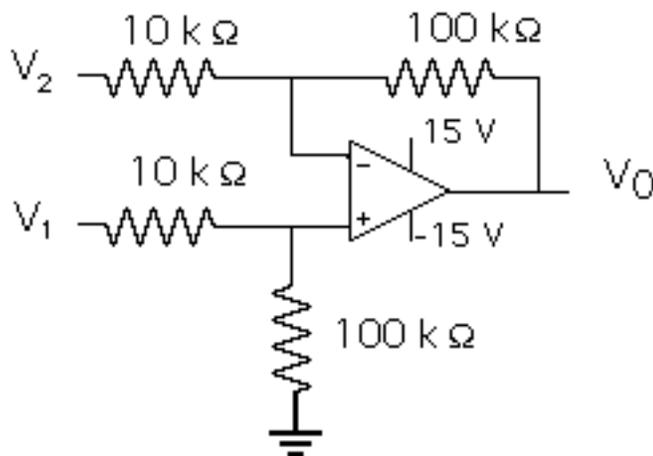

Figura 3.1.- Amplificador diferencial básico
- 6.- Para el circuito mostrado en la Figura 3.1 (Amplificador diferencial básico):
3.- Monte el circuito de la Figura 3.1 y realice las mediciones indicadas. Anote los resultados obtenidos en las tablas elaboradas en la Preparación. Incluya cualquier observación que juzgue de interés para explicar los resultados obtenidos.